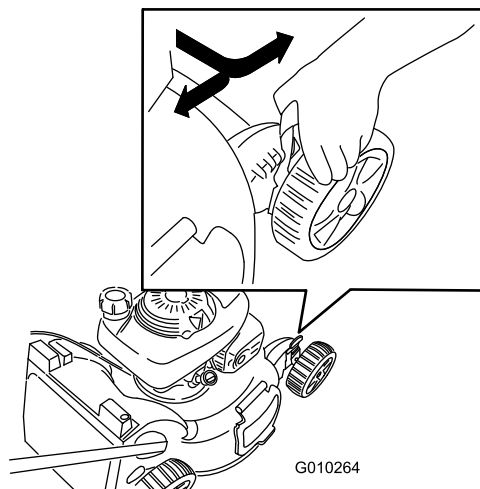

Рисунок 16
**Примечание:** Чтобы поднять газонокосилку, переместите все четыре рычага регулировки высоты вперед; для опускания переместите все эти рычаги назад (Рисунок 16).